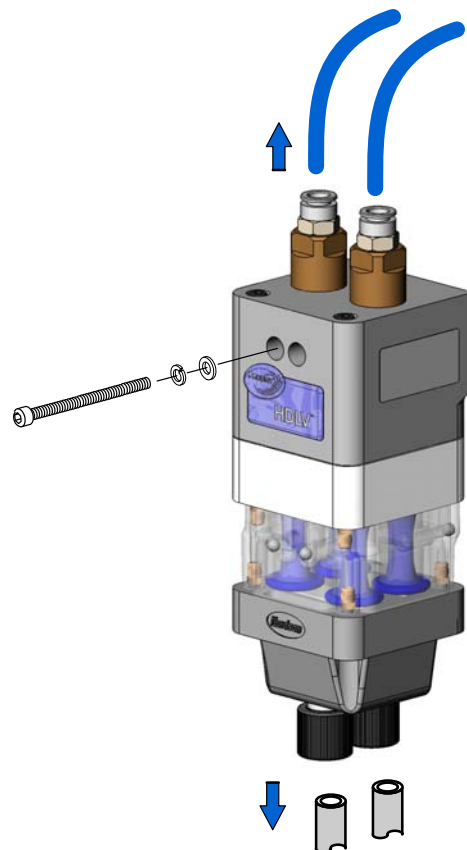

Abbildung 6-21 Zerlegen vorbereiten
1. Siehe Abbildung 6-21. Die Spülluftleitungen oben von der Pumpe abnehmen.